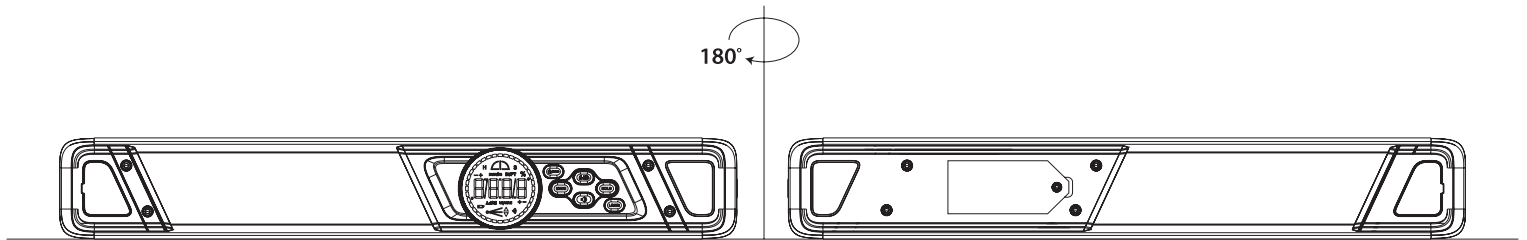

Abbildung 4
- Drücken Sie (1), um den Gerät auszuschalten. Legen Sie das Gerät auf eine ebene Unterlage. Halten Sie (3) gedrückt und drücken Sie dann (1), bis **CAL1** auf dem Display (8) erscheint.
- Drücken Sie (3), ohne das Gerät zu bewegen. **CAL1** beginnt zu blinken und wechselt dann zu **CAL2**.
- Drehen Sie das Gerät um 180° und drücken Sie dann (3). **CAL2** beginnt zu blinken. Wenn **CAL2** zu **CAL3** wechselt, ist die horizontale Kalibrierung abgeschlossen (Abb. 4).
- Pulse (1) para apagar el dispositivo. Coloque el dispositivo sobre una superficie plana. Mantenga pulsado (3) y, a continuación, pulse (1) hasta que aparezca **CAL1** en la pantalla (8).
- Sin mover el dispositivo, pulse (3). **CAL1** empieza a parpadear y luego cambia a **CAL2**.
- Gire el dispositivo 180° y pulse (3). **CAL2** empieza a parpadear. Cuando **CAL2** cambia a **CAL3**, la calibración horizontal está completa (Fig. 4).